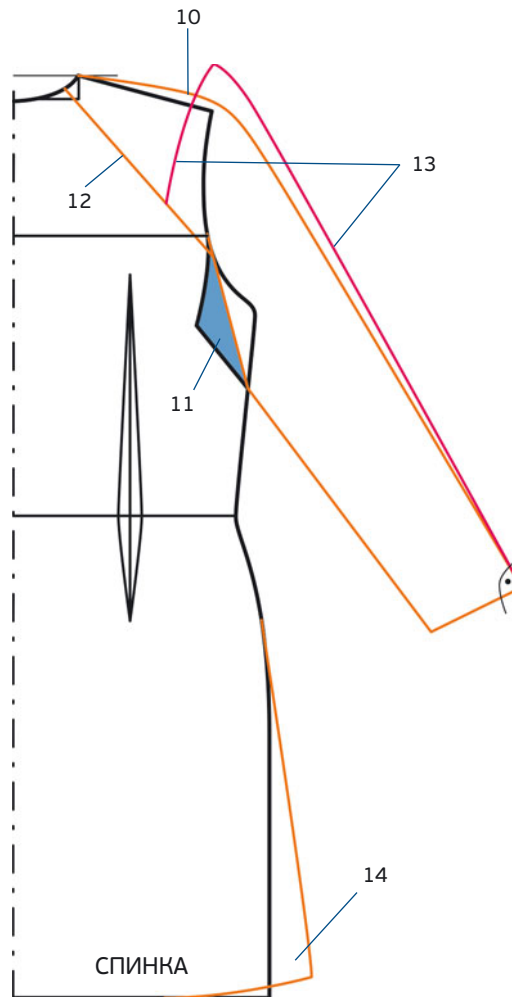

РИС. 2
10. Начертите рукав спинки таким же образом, как и рукав переда (см. с. 133, пункт ③).
11. Перечертите в зеркальном отражении полученную деталь после занижения проймы на боковой линии на ту же величину, что и для переда (рис. 2, синим цветом).